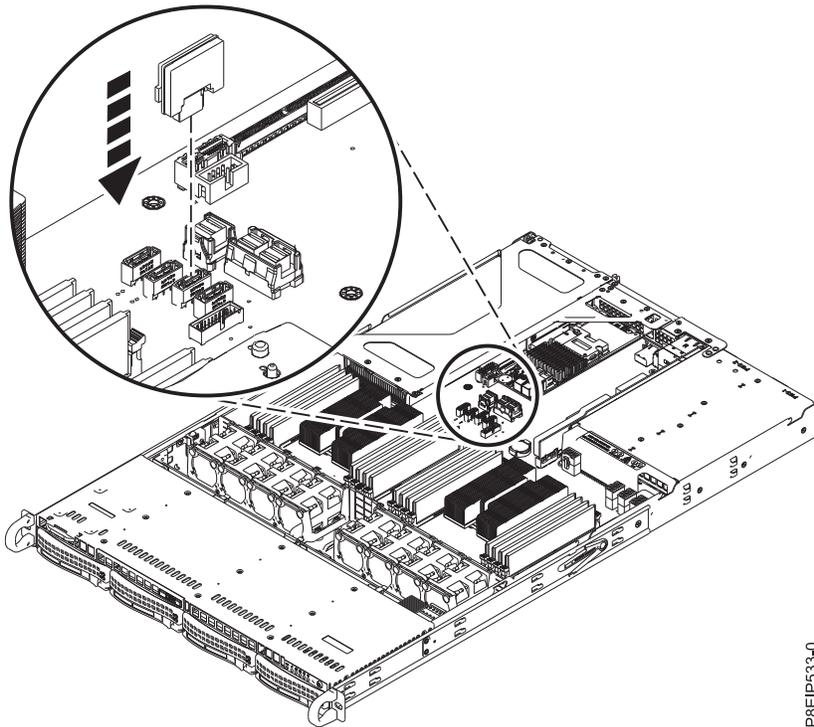

図 10. DOM の取り付け
2. DOM をシステム・バックプレーンの位置 (A) に取り付けます (図 10 を参照)。DOM のモデルによっては、DOM 用の小さな電源コードの挿入も必要になる場合があります。コネクタが正しく挿入されていることを確認します。